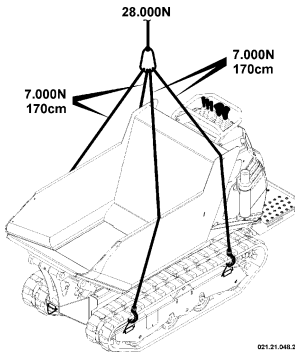

fig. 44 – Punti di ancoraggio per il sollevamento
- Fissate i mezzi di sollevamento esclusivamente ai punti di ancoraggio previsti dal costruttore (fig. 44);